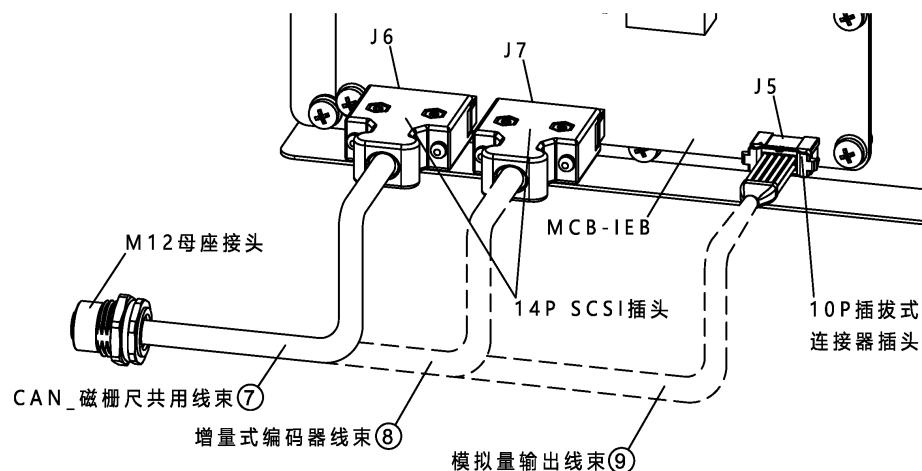

图 21-42 多功能通讯模块连接示意图
步骤5. 如图 21-42 所示, 根据实际需求, 将⑦ CAN_磁栅尺公用线束或⑧ 增量式编码器线束或⑨ 模拟量输出线束三者其一接在③ MCB-IEB 上的对应接口上 (⑦ CAN_磁栅尺公用线束接 J6 接口, ⑧ 增量式编码器线束接 J7 接口, ⑨ 模拟量输出线束接 J5 接口), 将另一端的 M12 母座接头安装在① M12 接头安装板上。